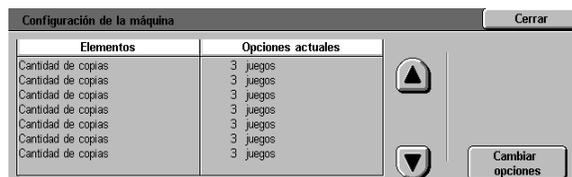

Figura 35: Configuración de la máquina
- 1 En la pantalla Utilidades, pulse el icono **Configuración de la máquina** para mostrar la pantalla Configuración de la máquina, tal y como ilustra la Figura 35.